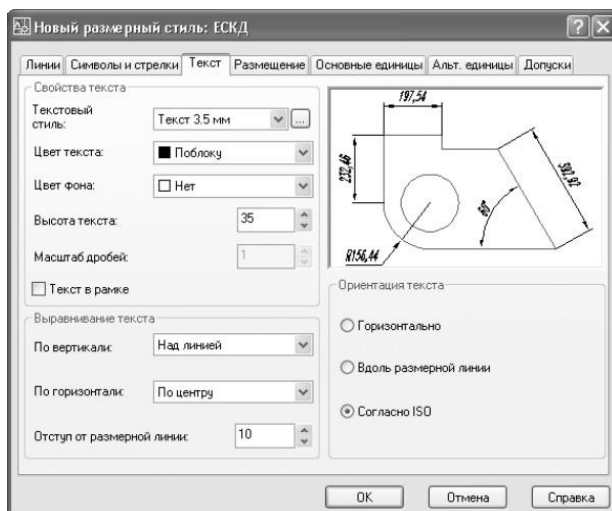

Рис. 11.5 Параметры размерного текста для нового стиля ЕСКД
11. Перейдите на вкладку Текст и установите параметры размерного текста в соответствии с рис. 11.5: из списка Текстовый стиль выберите стиль Текст 3.5 мм; параметру Высота текста присвойте значение 35; параметру Отступ от размерной линии присвойте значение 10; в группе Ориентация текста выберите переключатель Согласно ISO.
Примечание. Как видно из рис. 11.5, после настройки основных параметров нового стиля изображение в области предварительного просмотра приобрело вполне корректный вид.